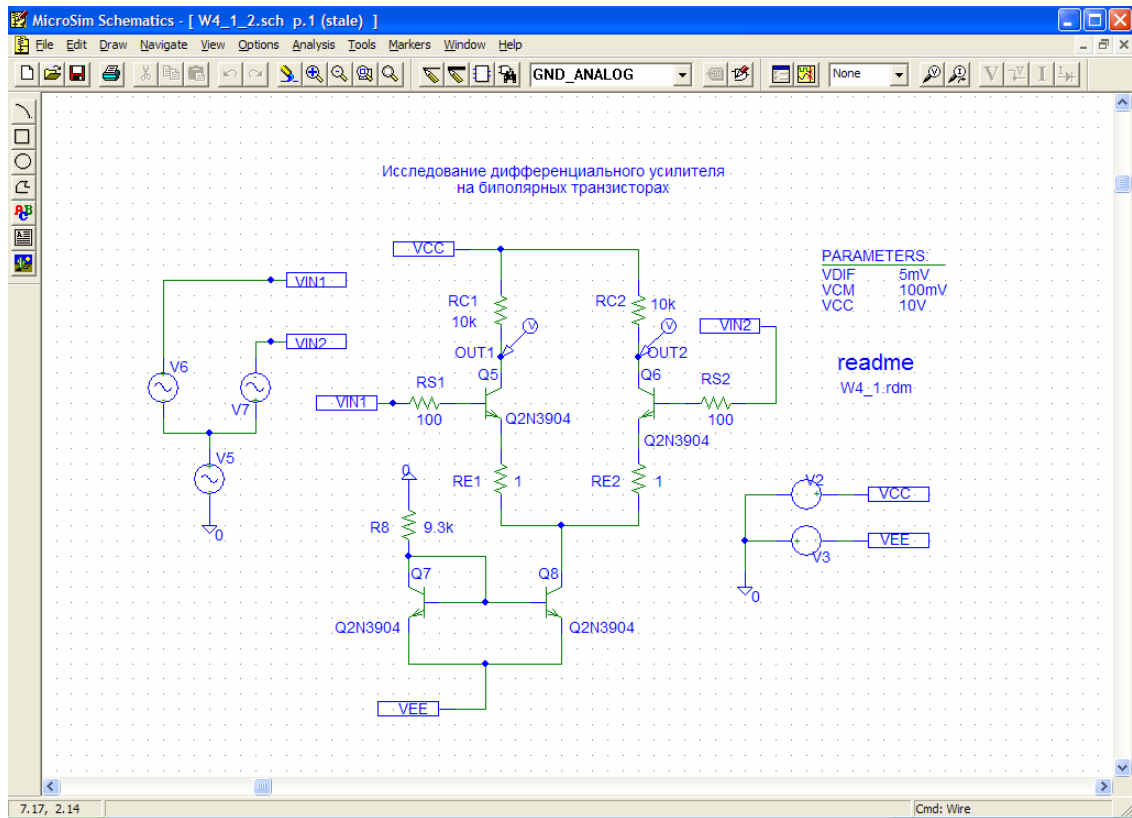

Рис. 4.1.6
7.1. Собрать схему дифференциального усилителя с отражателем тока (рис. 4.1.6). Установить значения элементов в соответствии с номером варианта (табл. 4.1.1).